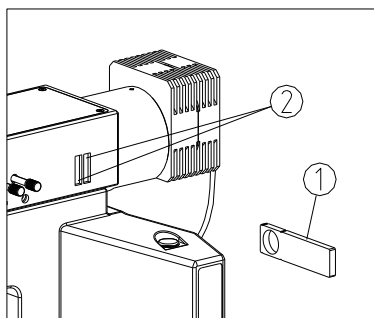

图 36
将滤色片插板①正面朝前插入反射照明器的插槽②内。(如图 36)